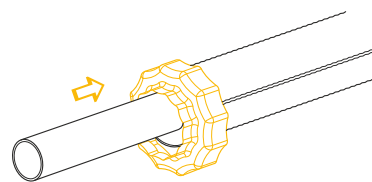

Рис. 4.6.3
- Надеть концевой предохранитель на подготовленный конец трубы (рис. 4.6.3).